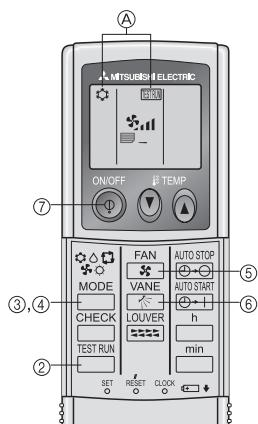

Fig. 6-2
6.2.2. De draadloze afstandsbediening gebruiken (Fig. 6-2)